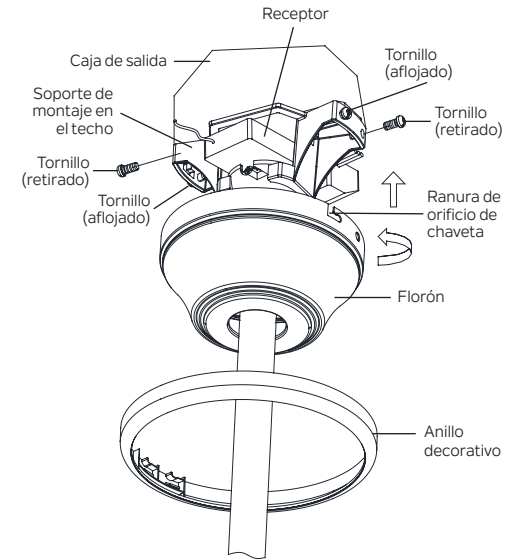

Figura 15
**Paso 2.** En la parte superior del soporte de montaje en el techo, hay 4 tornillos preinstalados (2 a cada lado). A cada lado del soporte de montaje en el techo, afloje el primer tornillo (izquierdo) apenas lo suficiente para que el tornillo pueda bloquearse en una ranura de "orificio de chaveta" del florón. Retire el segundo tornillo (derecho). **(Figura 15)**
**Paso 4.** Vuelva a instalar los 2 tornillos que se retiraron en los orificios alineados del florón y el soporte de montaje en el techo. Apriete los cuatro tornillos para asegurarlos. **(Figura 15)**